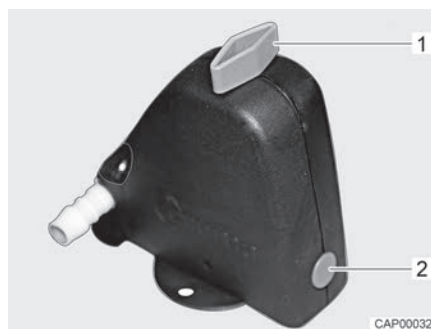
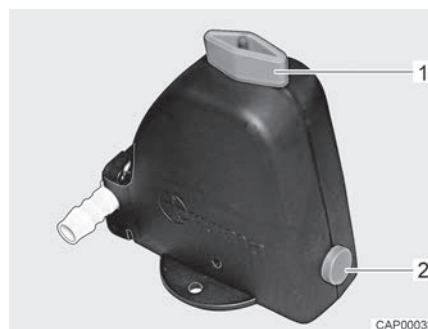

Fig. 111 Valve de sécurité et de vidange fermée
Fig. 112 Valve de sécurité et de vidange ouverte
- Ouvrir la valve de sécurité et de vidange (Fig. 111). Tourner le bouton rotatif (Fig. 111,1) dans le sens longitudinal par rapport à la valve de sécurité et de vidange. Le bouton-poussoir (Fig. 111,2) ressort. La valve de sécurité et de vidange ouverte est représentée à la Fig. 112.